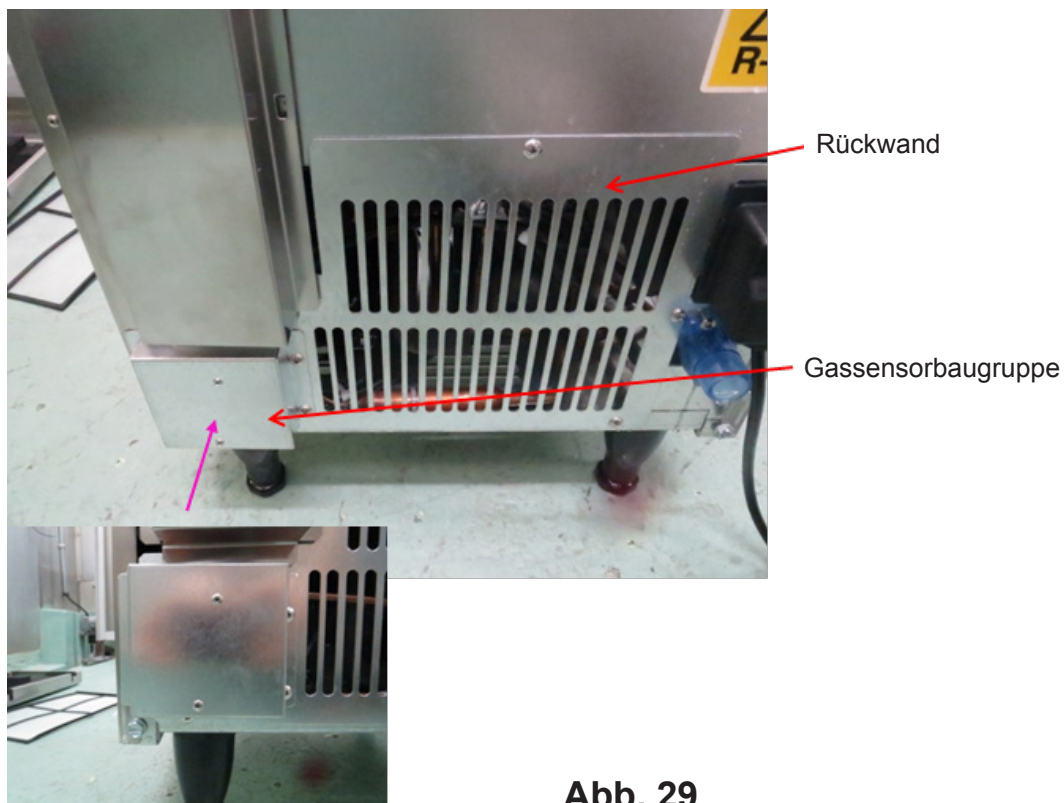

Abb. 29
- 15) Die in Schritt 12) abgenommene Rückwand von Teil A und die Gassensorbaugruppe installieren (siehe Abb. 29).